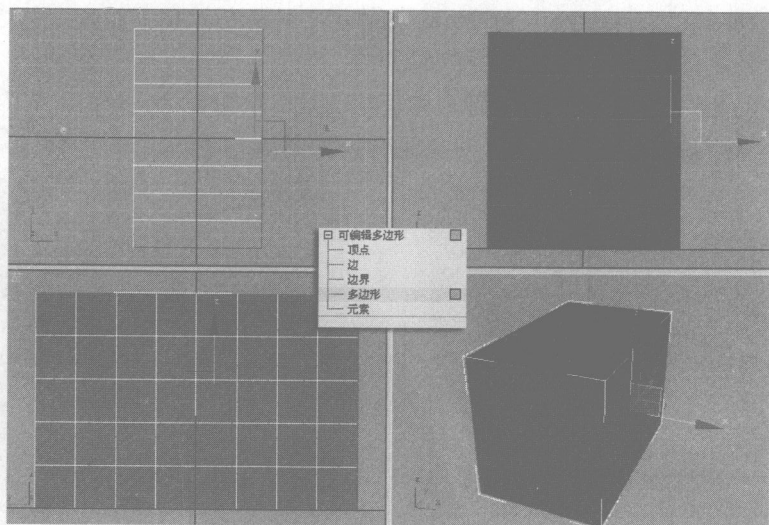

图 1-12 选择“多边形”子对象
⑧ 进入“多边形”子对象层，按住键盘上的 Ctrl 键，选择如图 1-12 所示的“多边形”子对象，被选择的“多边形”子对象呈红色显示。